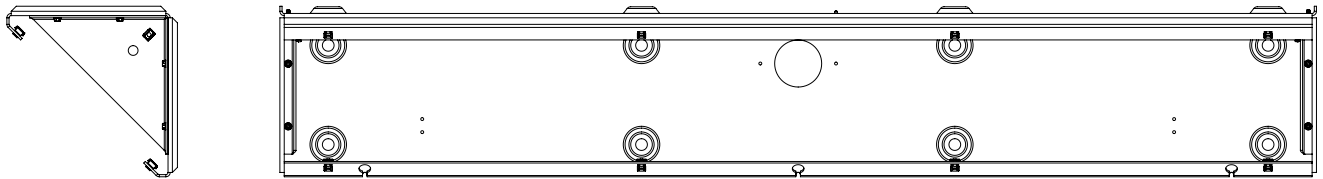

Figura 4.
Paso 5. Levante con cuidado la luminaria al lugar que corresponde contra la pared y el techo. Se recomienda que esta operación la lleven a cabo dos personas debido al peso de la unidad. Asegúrese de que las ranuras de las bisagras estén en el lado inferior de la luminaria y que el orificio de acceso eléctrico esté cerca de la junta del techo y la pared, como se muestra a continuación. (Figura 4)